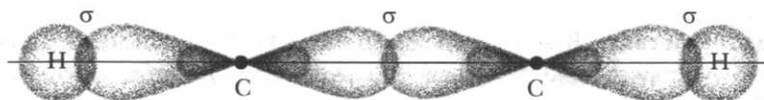

Рис. 66. Схема образования σ-связей в молекуле ацетилена
**Образование тройной связи.** Рассмотрим электронное и пространственное строение молекулы ацетилена HC≡CH. В молекуле ацетилена в гибридизацию вступают у каждого атома углерода одна s- и одна p-орбиталь — это sp-гибридизация. При этом образуются две гибридные орбитали. Экспериментальные данные показывают, что молекула ацетилена линейная, следовательно, две гибридные орбитали располагаются на одной линии, т. е. под углом 180° (рис. 66).